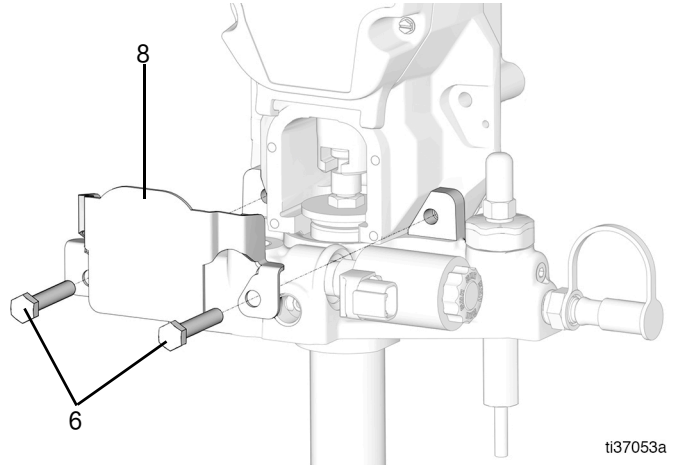

图 71
31. 将保护盖 (8) 放到位并用螺栓 (6) 和螺母 (7) (未显示) 固定 (图 71)。